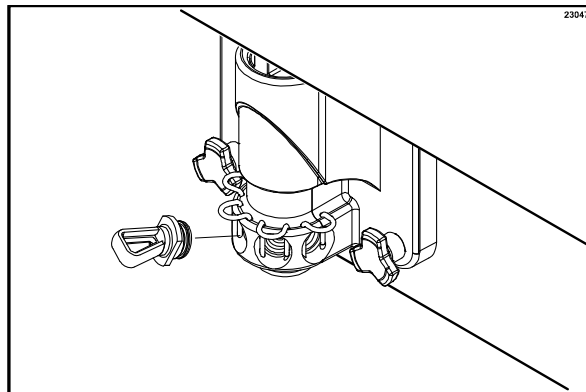

Рисунок 156
2. Установите пробки отверстий сиропа в отверстия для сиропа, в двери фризера. (См. рис. 156)